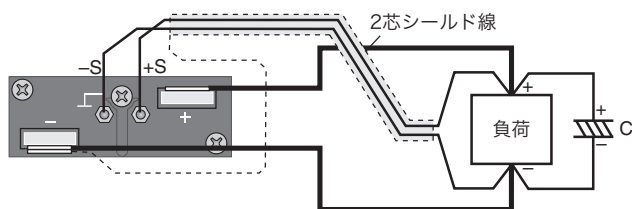

図 3-6 リモートセンシングの接続
3. 図 3-6 のように、センシング端子に付属のネジを使用してセンシング端子と負荷端の間にセンシング線を接続します。